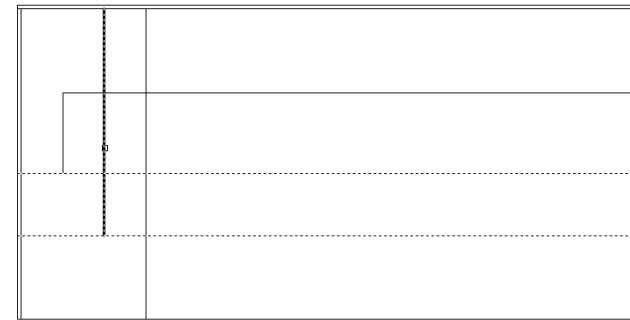

Рис. 4.14 ▼ Формирование контура малой тумбы
6. Добившись результата, показанного на рис. 4.14, снова перезапустите команду **Обрезать** (Trim) двойным нажатием **Enter** и выберите в качестве секущих две горизонтальные линии, показанные на рис. 4.14 пунктиром. Нажав **Enter** для завершения выбора секущих, в ответ на приглашение AutoCAD выбрать отрезаемые части линий, щелкните на вертикальной линии, образующей контур малой тумбы, сначала *под* нижним секущим ребром, а затем, как показано на рис. 4.14, *над* верхним секущим ребром.